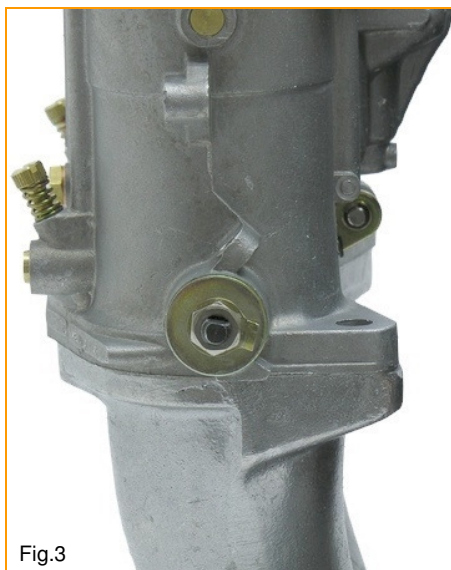
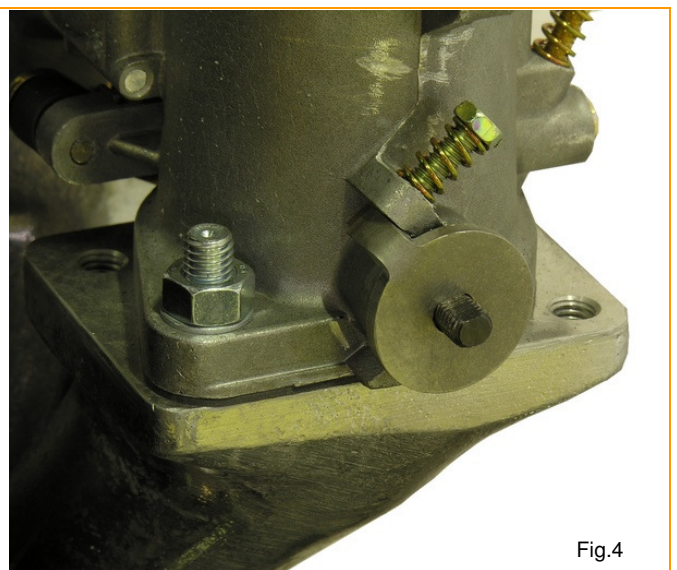

Fig.3
Fig.4
- Carefully bend the lock tab on the front throttle shaft retaining nuts and remove the nuts. (Fig.3)
- Install the supplied stop levers the way shown in the pictures. (Fig.4)
- Schlitz- Schraubendreher zurück (Fig.3).
welle. Der originale Drosselklappenhebel bzw. die Distanzscheibe (Fig.3) wird gegen den beigelegten Anschlaghebel ausgetauscht. (Fig. 4)